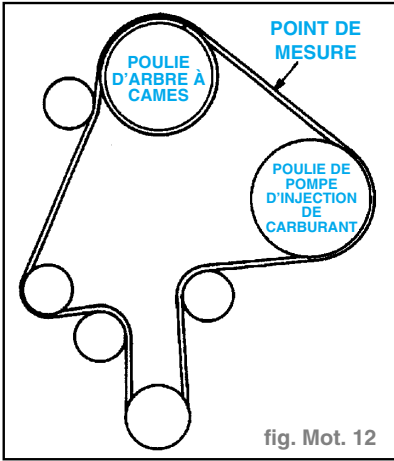

fig. Mot. 12
- Tourner le vilebrequin dans le sens des aiguilles d'une montre à deux reprises, puis vérifier la déviation de la courroie de distribution à l'endroit indiqué en appliquant une pression modérée de 98 N (fig. Mot. 12). Si elle ne répond pas aux spécifications, desserrer le boulon de blocage du tendeur, puis répéter les opérations.